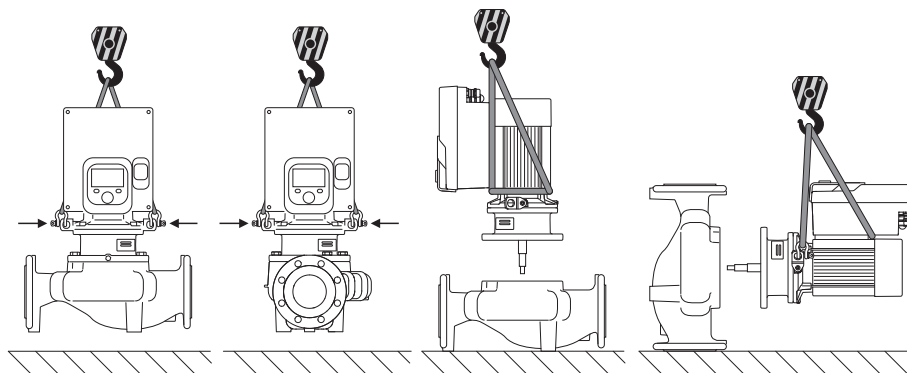

Fig. 6: Smer dviganja enojne črpalke
Transport črpalke je treba izvesti z dovoljenimi pripomočki za dvigovanje bremen (škripec, žerjav itd.). Pripomočki za dvigovanje bremen morajo biti pritrjeni na transportna ušesca na prirobnici motorja. Po potrebi potisnite dvižne zanke pod adaptersko ploščo (Fig. 6/7). Črpalke zavarujte pred prevrnitvijo.
2. Vtični komplet (Fig. 4) pritrдите na transportna ušesca s primerno opremo za dviganje, da ga zavarujete. Da se enota ne prevrne, okoli motorja in adapterja elektronskega modula namestite zanko jermena, kot je prikazano na Fig. 6. Pazite, da pri pritrdjevanju ne poškodujete elektronskega modula.